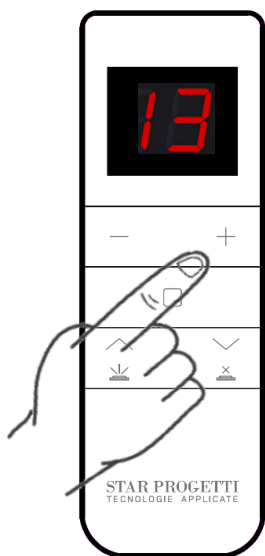

Fig.3
- utilice los botones “+” y “-” para seleccionar el canal 13 (Fig. 3) e inmediatamente después pulse el botón como se muestra en la Fig. 4